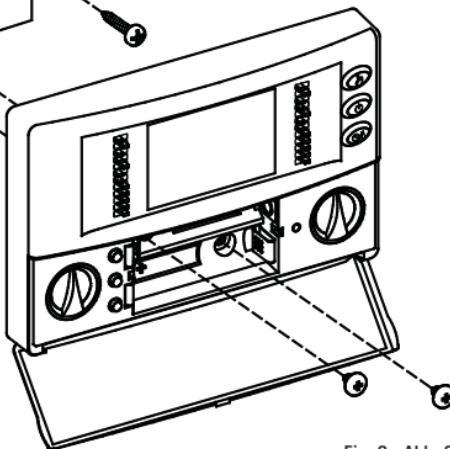

Fig. 3 · Abb. 3
- Fissare la piastra direttamente sulla parete o su scatole di derivazione da 3 moduli tramite le due sedi per viti con interasse 60 mm oppure 85 mm facendo attenzione a fare passare i cavi nella feritoia, come indicato in Fig. 3.
(Fig. 3).